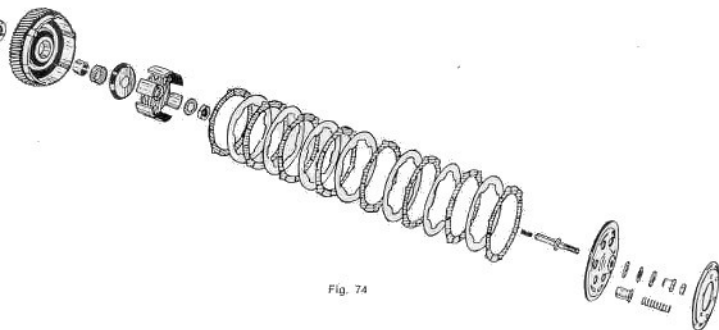

Fig. 74
- il gruppo dischi osservando come sono montati (vedere fig. 74).